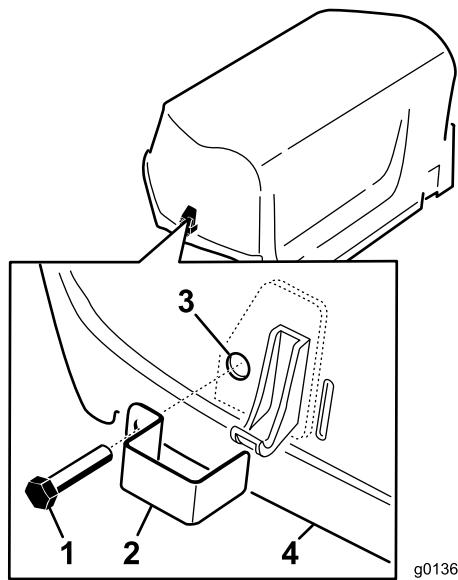

Figura 7
1. Montate un dispositivo di chiusura sui fermi sinistro e destro del cofano con un bullone senza dado (due in tutto) (Figura 7).
- Mediate una pinza o una chiave regolabile montate una rondella di sicurezza interna su ogni bullone (1-2 filetti) per fissare il bullone (Figura 7).